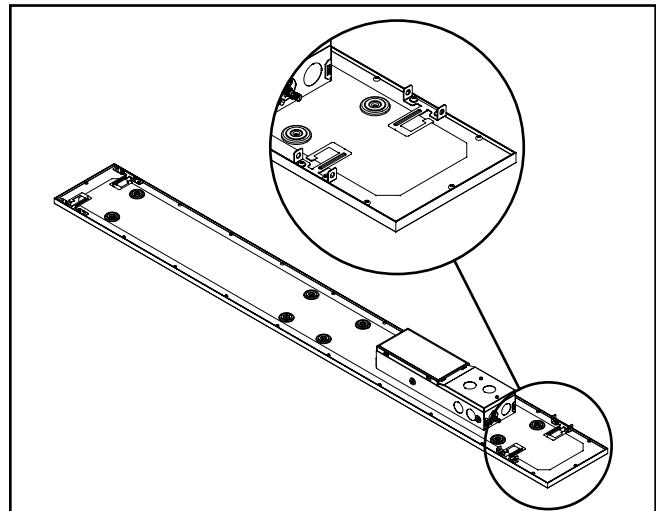

Figura 4.
**Nota:** Si desea un soporte adicional, utilice el cable para sujetar la luminaria a la viga de apoyo correspondiente arriba de dicha luminaria por medio de los agujeros circulares en las lengüetas de los ganchos de la grilla. (Figura 4)